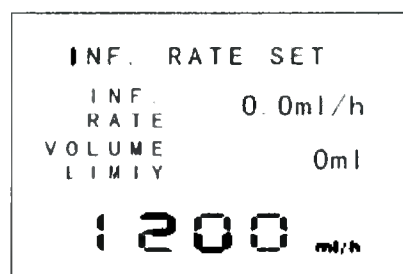

Рис. 13 – Экран установки параметров
4. Нажмите , чтобы подтвердить установку и перейти на экран установки числовых параметров (рис. 13).